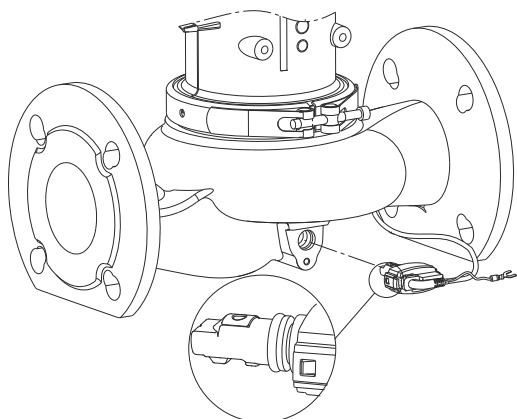

Рис. 6 Правильное положение датчика
3. Ослабьте соединительную гайку (530а), чтобы высвободить кабель датчика. Снимите уплотнение кабеля (530). В это время не проворачивайте кабель датчика.
4. Отсоедините штекер кабеля датчика от платы управления (159) и аккуратно снимите кабель датчика с блока управления (163).
6. Снимите заземляющий провод и потяните зажим (534) вправо.
7. Держите датчик (531) с боков и аккуратно тяните, покачивая из стороны в сторону, чтобы извлечь из корпуса насоса (6).
9. Установите новый датчик и аккуратно вставьте его на место. Кабель датчика должен быть слева, наконечник датчика должен быть направлен вниз. См. рис. 6.